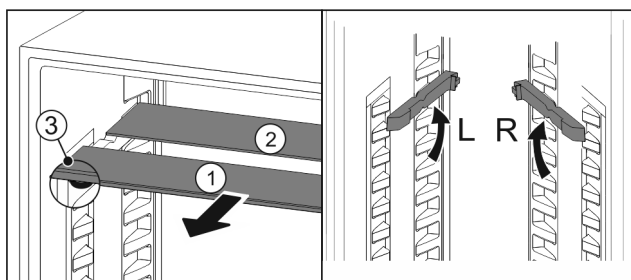

Fig. 20
- ▶ Skleněné desky jednotlivě vytáhněte dopředu Fig. 20 (1).
- ▷ Skleněná deska Fig. 20 (1) s ozdobnou lištou leží vpředu.
- ▷ Zarážky Fig. 20 (3) směřují dolů.